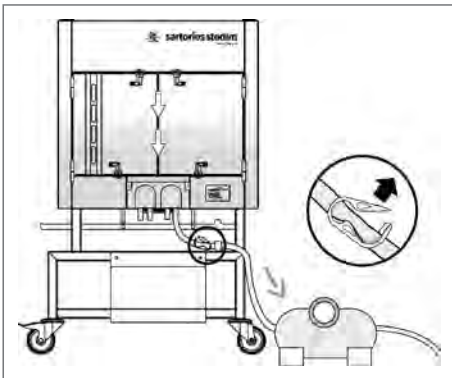

Abbildung 71
3. Öffnen Sie die Klemme. Entleeren Sie den Bag. Hierzu kann eine Schwerkraft- oder eine Peristaltikpumpe verwendet werden (siehe Abb. 71).